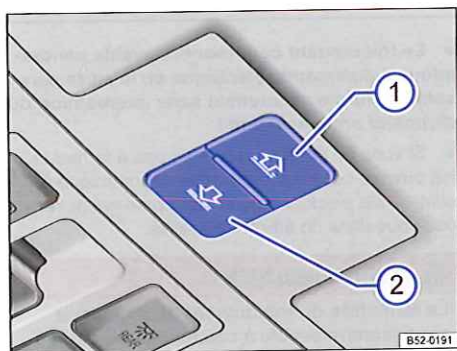

Fig. 41 Dans le ciel de pavillon : touches du store pare-soleil
Les touches fig. 41 et peuvent être amenées dans deux positions. Dans la 1^{re} position, il est possible d'ouvrir ou de fermer le store pare-soleil partiellement ou complètement.
Fonction	Mesure à prendre fig. 41
- *Store pare-soleil* : en l'espace d'environ 5 secondes après le déclenchement du dispositif antipincement, appuyez sur la touche $\Rightarrow$ fig. 41  jusqu'à ce que le store pare-soleil soit entièrement fermé.